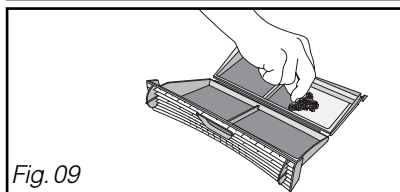

Fig. 09
– Nettoyez-le en le débarrassant de la mince couche de peluche qui le recouvre (Fig. 09).